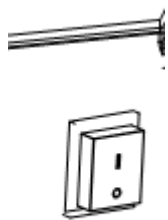

Bild 2
- Sätt nätströmbrytaren i läge I och kontrollera att fläkten går som den ska. (Bild 2)